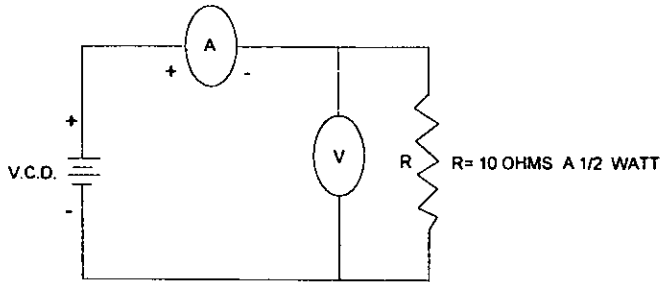

Fig. 2
f) Arme el dispositivo de la fig. 2